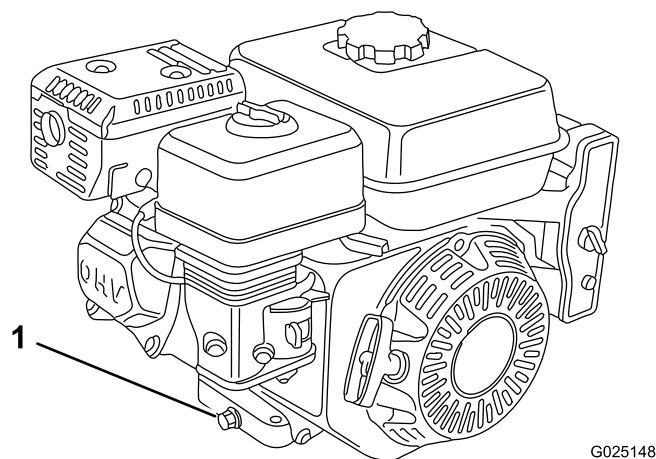

Figura 27
3. Posicione um recipiente adequado sob o bujão de drenagem do óleo do motor (Figura 27).
5. Após a drenagem completa do óleo, instale novamente o bujão com uma nova arruela (Figura 27).